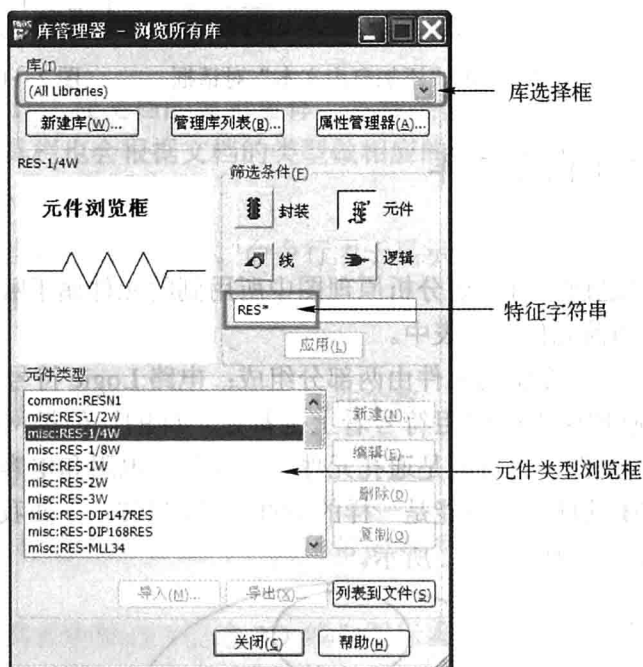

图 2-13 元件库管理器
执行菜单命令【文件】→【元件库】,可以打开库管理器,如图 2-13 所示。在库选择框中可以选择“All Libraries”,在过滤器中输入要选择的元件名特征字符串(字符不详的位置用“*”或“?”代替),可使“元件类型浏览框”中只显示当前库中带该特征字符串的元件名。
(1) 执行菜单命令【文件】→【元件库】,可以打开元件库管理器,如图 2-13 所示。